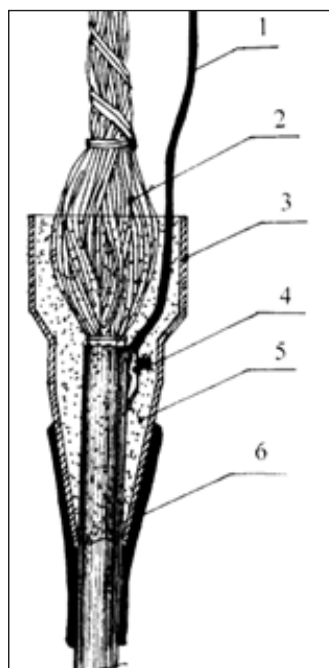

Рис. 3.2. Смонтированная воронка
3.3.10. Производят заливку воронки гелем 8882. На рис. 3.2 показана смонтированная воронка.